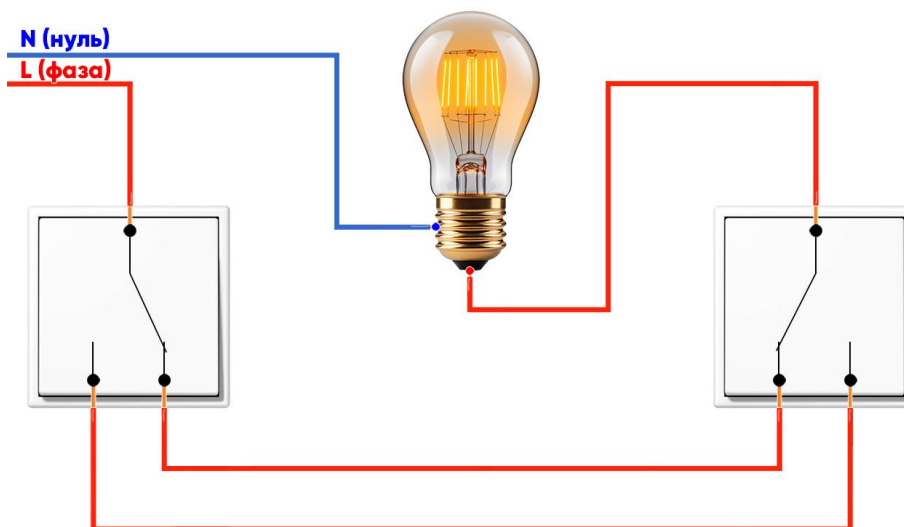

Рис. 5.5. Схема підключення прохідного перемикача
2. Ознайомитися з принциповою схемою підключення прохідного вимикача (рис. 5.5).